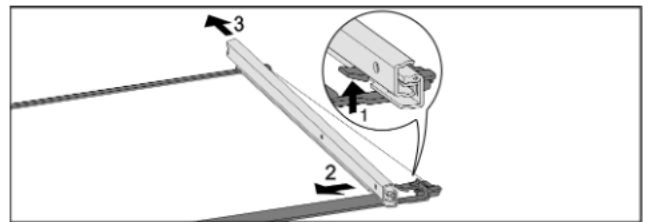

Fig. 52 Ripiano in vetro con guide
- ▶ Premere il gancio di fermo anteriore verso l'alto. Fig. 52 (1)
- ▶ Far scorrere la guida estraibile di lato Fig. 52 (2) e verso il lato posteriore Fig. 52 (3).